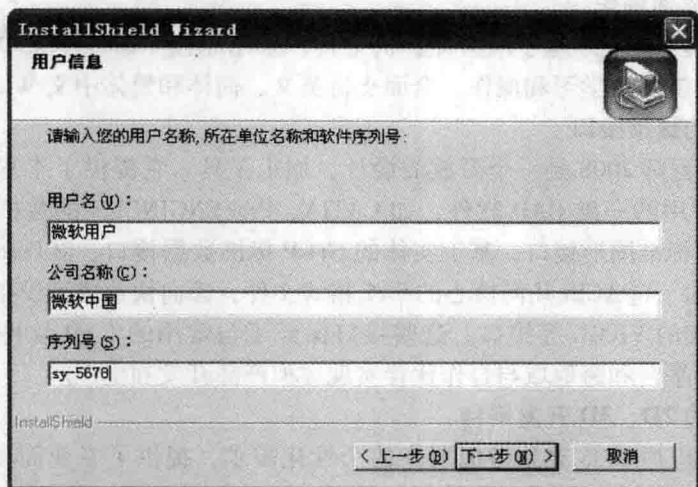

图 1-1 填写必要信息
(1) 软件复制 将“CAXA 制造工程师 2008”软件正版光盘放入光盘驱动器中，系统会自动执行安装程序。如果未出现自动安装画面，可找到光盘根目录下的“setup.exe”文件→双击→单击“下一步(N)”按钮→单击“是(Y)”按钮→在图 1-1 所示的对话框“用户名(U)”、“公司名称(C)”、“序列号(S)”三个文本框中填入相应的信息→单击“下一步(N)”按钮(完全安装)→单击“下一步(N)”按钮→单击“下一步(N)”按钮→单击“确定”按钮→单击“完成”按钮，计算机重新启动。